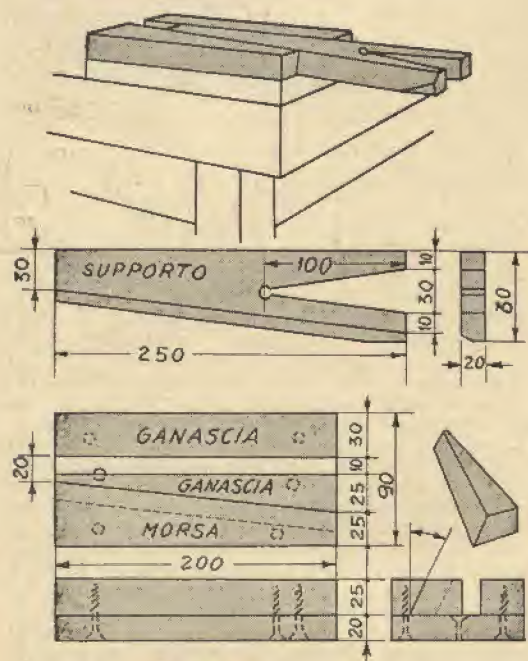

FIG. 1
figura citata. Fissate ad ogni ala un pezzo di piombo, come indicato in fig. 1.
**La testa** — Tagliate la testa come in fig. 1 da un pezzo di 17,5x20x5. Tagliate alla sua base il tenone indicato in fig. 7. Fate in questo l'alloggio per una linguetta e fissate al sedile con viti e linguetta.
**Montaggio** — Per tenere le ali nella loro posizione, fate due fori di 1 cm. nel bordo superiore dei pattini ed attraverso la finestra per le ali (fig. 1 sezione). Questi fori debbono corrispondere a quelli nelle ali, che debbono essere allungati per dare ai pezzi in questione ampia facoltà di alzarsi ed abbassarsi (fig. 5). Ora fate cadere lo stantuffo in posizione, inserite le ali nelle finestre ed incollate e fissate con una spina ed una vite i tondini.
- Una morsa ed un supporto per segare, da fare come illustrato in fig. 1.